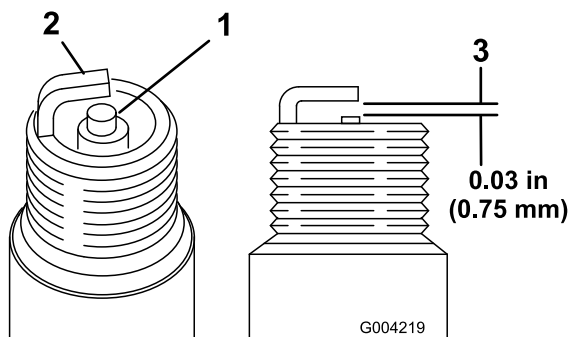

Bild 49
1. Sehen Sie sich die Mitte der Zündkerzen an (Bild 49). Wenn der Kerzenstein hellbraun oder grau ist, ist der Motor richtig eingestellt. Eine schwarze Schicht am Kerzenstein weist normalerweise auf einen schmutzigen Luftfilter hin.
2. Prüfen Sie den Abstand zwischen den mittleren und seitlichen Elektroden (Bild 49).
3. Verbiegen Sie die seitliche Elektrode (Bild 49), wenn der Abstand nicht stimmt.